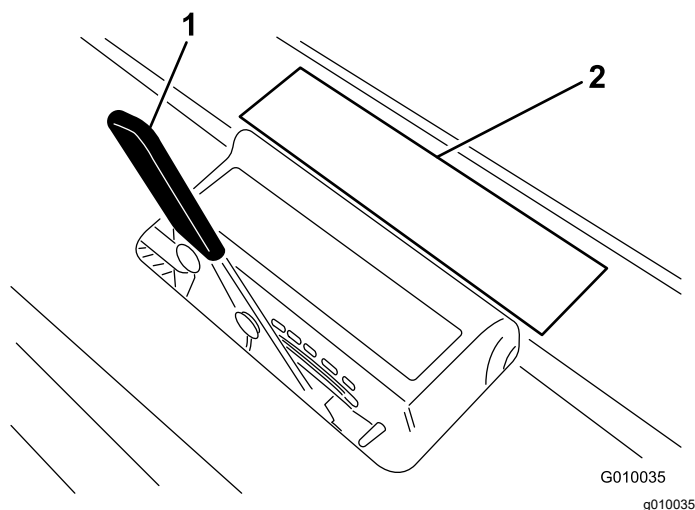

図 16
3. タインの打ち込み深さチャート 図 16 の、希望する打ち込み深さの位置に、タインの端を合わせてみる。